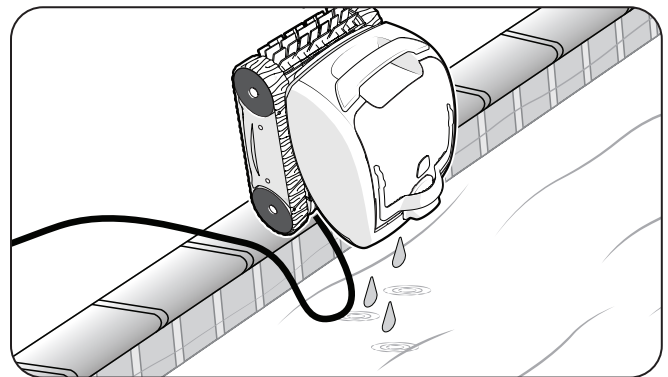

Figura 16. Sostenere verticalmente para drenar el agua
2. Mantenga el limpiador en posición vertical para que drene (Figura 16).